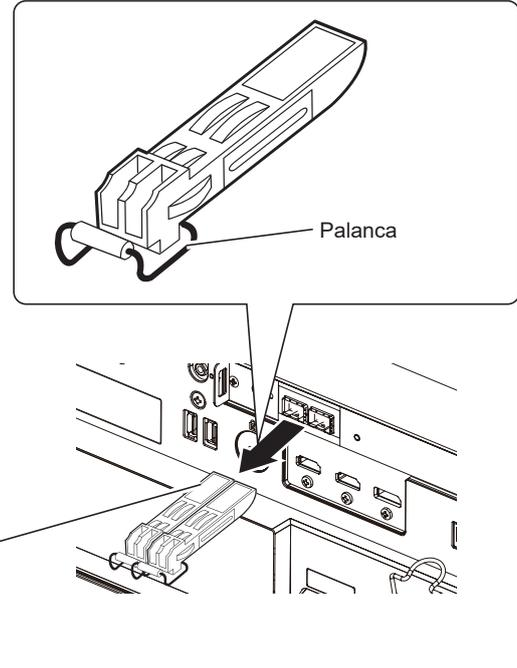

Figura 2
- 3) **Extraiga el módulo SFP. (Figura 2)**